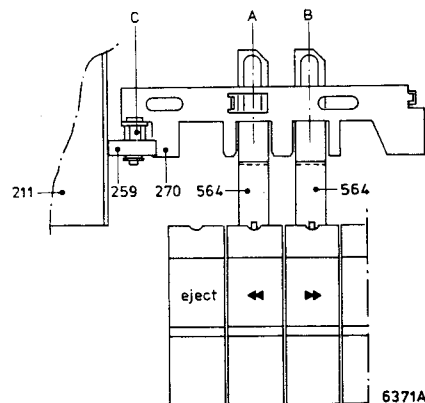

Fig. 43
- Das Gerät auf "Stop" stellen. Den Kassettenträger nach unten drücken. Der Bügel Pos. 270 muss so eingestellt sein, dass sich die Aussparungen A und B in diesem Bügel genau gegenüber den Bügeln Pos. 564 der "Vorlauf"- und "Rücklauf"- Drucktasten befinden (siehe Abb. 43). Einstellen erfolgt durch Drehen der exzentrischen Achse C.